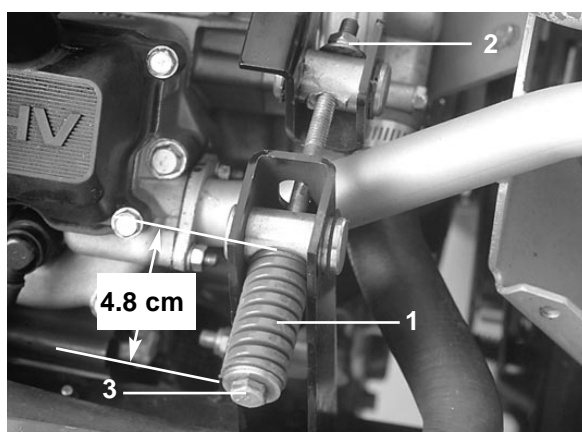
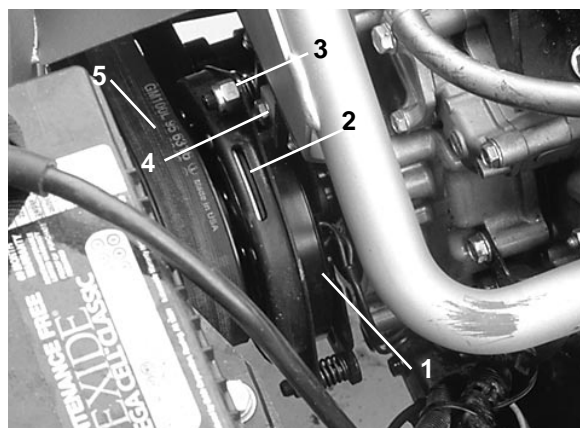

Bild 26
Bild 27
2. Die Klemmutter am Spanngestänge (Bild 26) lockern.
3. Die Riemenspannfeder (Bild 26) lösen.
4. Die ZWA-Riemenscheibe in Richtung Motor drehen, und den Riemen entfernen (Bild 27).
6. Die Klemmutter (Bild 27) festziehen, und die Motorhaube schließen.
4. Den Luftabstand so einstellen, daß eine 0,38 mm Fühlerlehre mit leichtem Druck zwischen dem Kupplungsfutter und der Reibplatte (Bild 27) eingeführt werden kann. Der Abstand läßt sich durch Drehen der Einstellmutter im Uhrzeigersinn (Bild 26) reduzieren.
2. Die Schraube und Mutter entfernen, mit denen der Nylonblock befestigt wird; dann den Nylonblock entfernen (Bild 27).